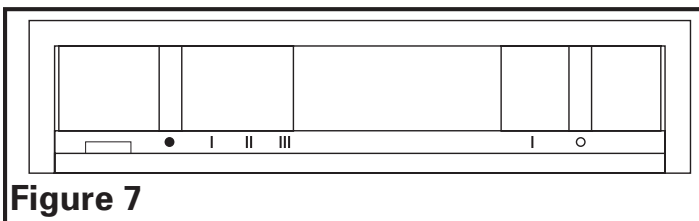

Figure 7
Votre hotte de cuisine est munie de deux commutateurs à glissoire dont l'un commande l'éclairage et l'autre commande le ventilateur d'évacuation. Le contrôle de la lampe a deux positions, ALLUMÉ (I) et ÉTEINT (O). Le ventilateur est muni d'un commutateur à quatre positions, HAUT (III), MOYEN (II), BAS (I) et ÉTEINT (●) (**Figure 7**).